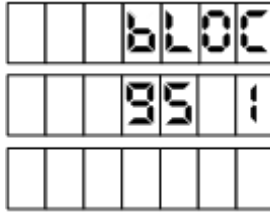

Рисунок 27
- последовательно выбрать П-4-1 – на табло будет индикация см. рисунок 27. В средней строке отображается код топлива емкости и порядковый номер емкости;